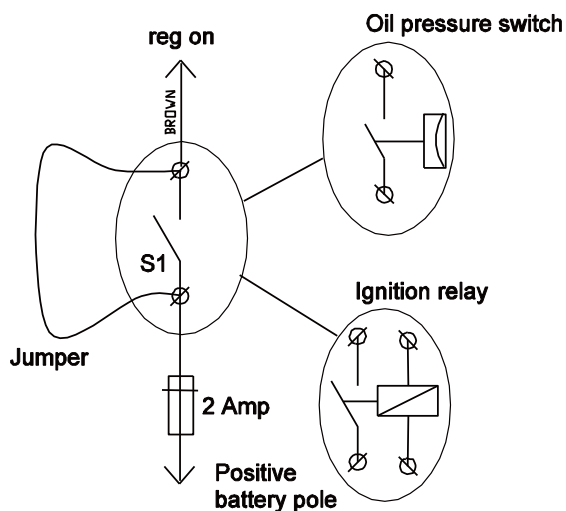

Figure 17 : Cavalier de l'interrupteur S1
- 2 Mettez la borne [reg on] sous tension, soit en tournant l'interrupteur d'allumage (NE PAS DÉMARRER LE MOTEUR) soit en plaçant un cavalier de façon à ce qu'il contourne le commutateur S1 (voir Figure 17 Vérifiez que les 3 LED jaunes commencent à clignoter. Au bout de 10 secondes environ, le voyant jaune Bulk s'allumera.